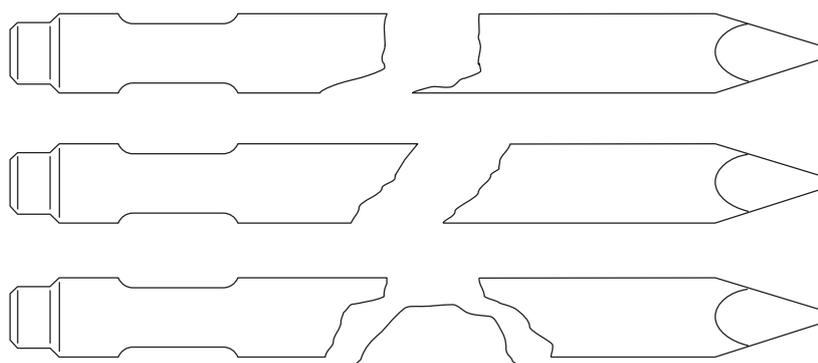
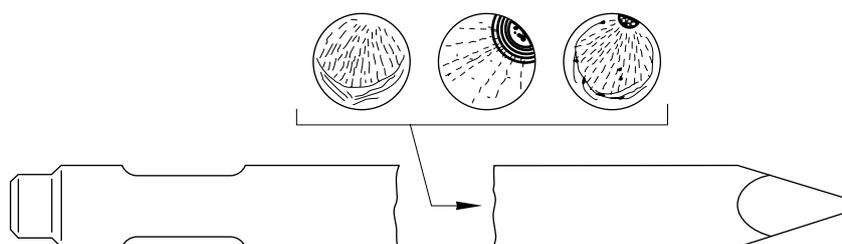
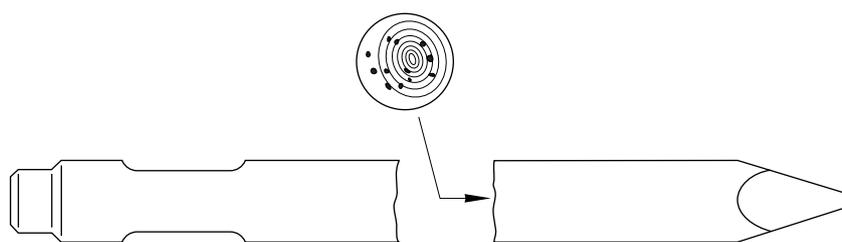

рис. 6
рис. 7
рис. 8
■ Поломка вне хвостовика (рис. 6, 7 и 8)
Поломка изделия вне верхней части пики, как показано на рис. 6, может произойти из-за чрезмерной нагрузки, приложенной к инструменту. Такой изгиб от нагрузки происходит, когда инструмент внедрен в материал и его дергают или толкают, или когда инструмент установлен не перпендикулярно к поверхности разрушаемого материала. Поломка из-за усталости металла рис.7, развивается в области мест начала поломки, вызванной концентрацией напряжения, следующей из-за чрезмерной нагрузки, и затем быстро распространяется дальше. Такой тип поломки может также произойти из-за задигов инструмента во время использования. Так как поломки, происходящие вне хвостовика вызваны неправильными рабочими приемами, как объяснено выше. Изделия, подвергшиеся таким дефектам, не заменяются по гарантии. Однако если точка начала перелома происходит внутри тела инструмента как показано на рис. 8, изделия будут заменены по гарантии, так как поломка указывает на дефект материала.